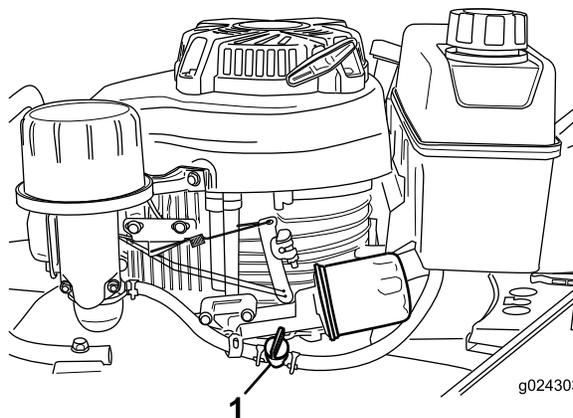

Figure 16
2. Ouvrez le robinet d'arrivée de carburant (Figure 16).
**Remarque:** Fermez le robinet d'arrivée de carburant (Figure 16) si vous ne prévoyez pas de démarrer le moteur tout de suite après.